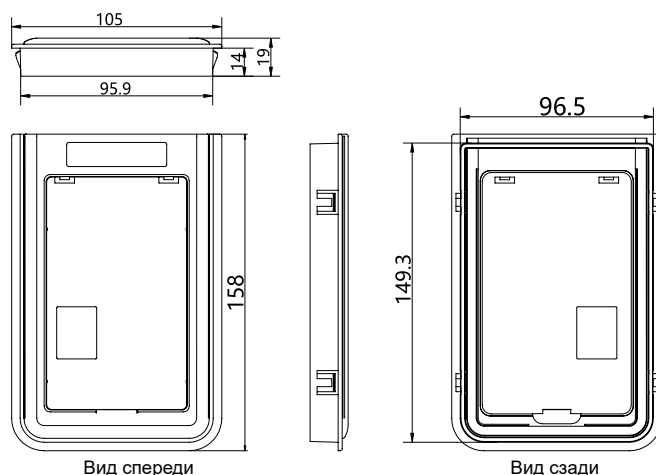

Рисунок 6.2a). Внешний вид опорной пластины
- ▶ Рисунок 6.2a): внешний вид опорной пластины. Панель управления можно установить на опорную пластину.